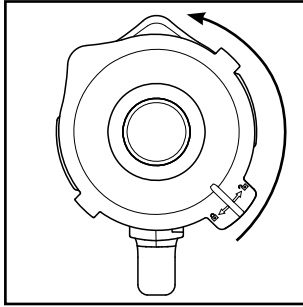

Fig. 1
- 2) Fjern låget **2** ved at dreje det mod uret i retning af position  (se fig. 1), indtil du kan tage det af oppefra.